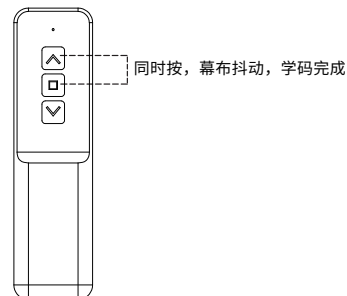

图18
1. 先断开幕布电源, 10 秒后再重新接入电源, 幕布上下微动 1 次提示上电; 上电 10 秒以内, 同时按遥控器“停止键”和“上行键”, 幕布再上下微动 1 次学码成功。(如图18)